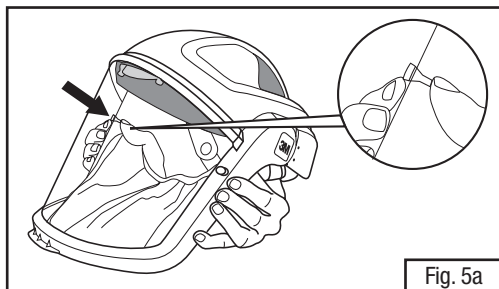
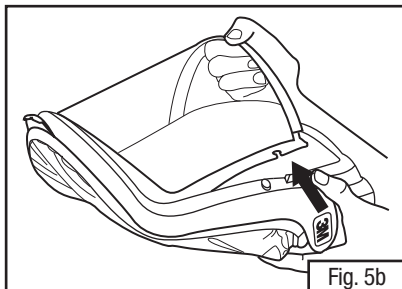

Fig. 5a
Fig. 5b
- Lorsque le cadre de la visière est abaissé (pièces faciales des séries M-100, M-200 et M-300), dégager les boutons du cadre de la visière en les poussant vers l'extérieur, en partant de l'intérieur du cadre de la visière, jusqu'à ce qu'un déclic se fasse entendre (Fig. 5a). Relever complètement le cadre de la visière, puis tirer sur la visière pour la retirer du cadre (Fig. 5b). Pour les pièces faciales de série M-400, il peut être plus facile de dégager les boutons et d'enlever la visière du cadre lorsque le cadre de la visière est relevé.
- Avec l'ensemble visière en position relevée, installer la nouvelle visière en l'insérant dans la rainure du cadre, en prenant soin d'aligner les encoches de la visière avec les boutons du cadre de la visière. S'assurer que la visière est complètement insérée dans la rainure (Fig. 5b).